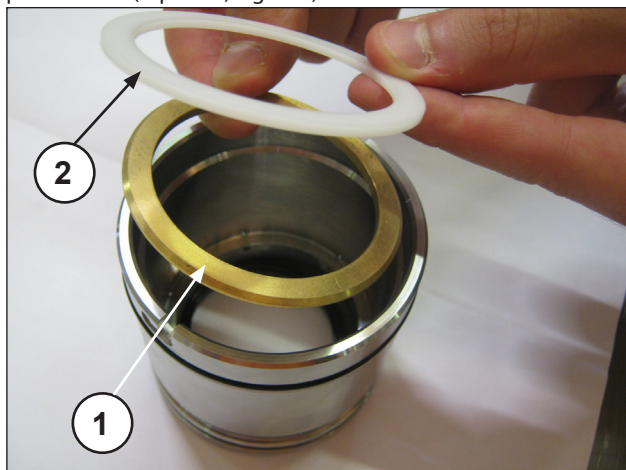

Fig. 166
Monter la rondelle d'appui et la bague anti-extrusion (rep. ①②, Fig. 166), les trois segments en ayant soin de les tiercer à 120° (rep. ①, Fig. 167), le segment racleur et l'anneau pour ressort (rep. ①②, Fig. 168).